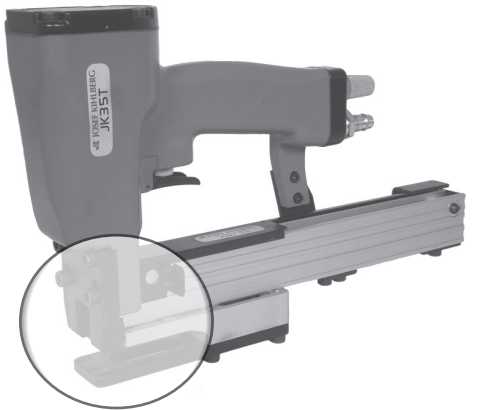

Fig. 6
- Die beiden Zylinderschrauben (Fig 6/1) zwei Umdrehungen lösen.